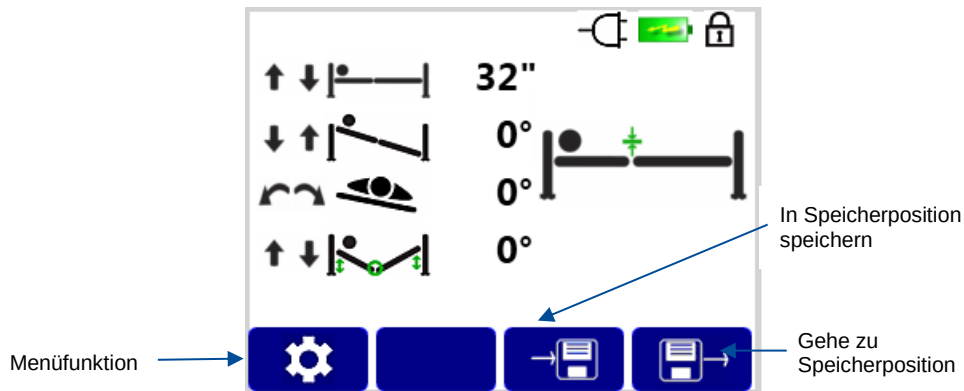

Abbildung 24: Bildschirmstasten-Optionen
Die Steuerung der Systemfunktionen und -einstellungen erfolgt über die zu den Symbolen im unteren Bildschirmbereich gehörenden Bildschirmstasten (Abbildung 24).
1. Im Ausgangsbildschirm mit Hilfe der entsprechenden Bildschirmtaste die Funktion **In Speicherposition speichern** wählen (Abbildung 24).
1. Im Ausgangsbildschirm mit Hilfe der entsprechenden Bildschirmtaste die Funktion **Gehe zu Speicherposition** wählen (Abbildung 24).
4. Die **Rückwärtspfeil**-Bildschirmtaste drücken, um wieder den IntelliPendant®-Hauptbildschirm aufzurufen (Abbildung 24).